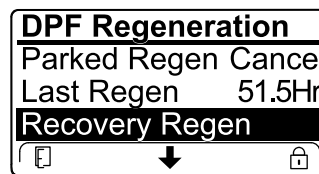

Figura 52
- Se o computador do motor não tiver pedido uma regeneração de recuperação e percorrer a opção REGENERAÇÃO DE RECUPERAÇÃO, a regeneração de recuperação bloqueia e o ícone de bloqueio (Figura 52) surge no canto inferior direito do InfoCenter.